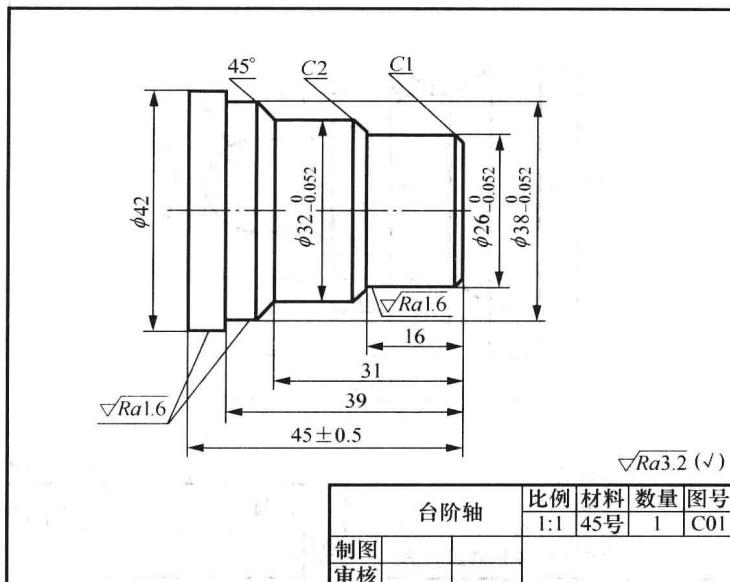

图 1-1 外圆、倒角车削
(1) 内容。在数控车床上完成图 1-1 所示零件的外圆及倒角加工。已知毛坯尺寸为 $\phi 45 \times 100$ mm；材料为 45 号钢。